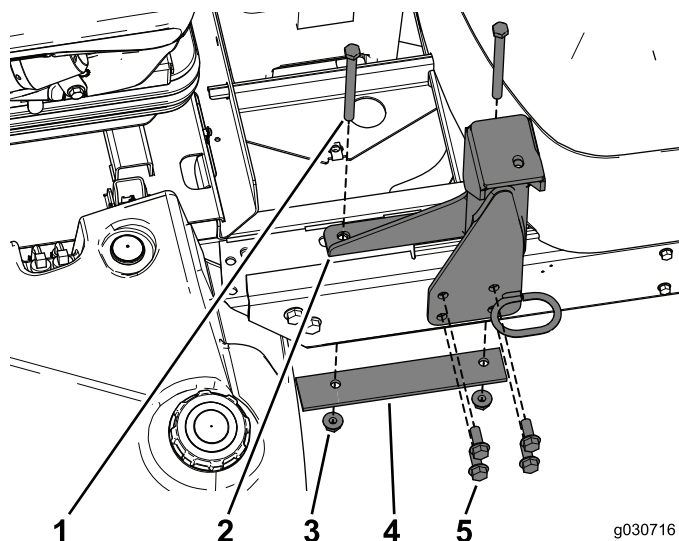

Рисунок 19
1. Присоедините заднее крепление к раме, используя крепежные детали, снятые при демонтаже конструкции ROPS (Рисунок 19).